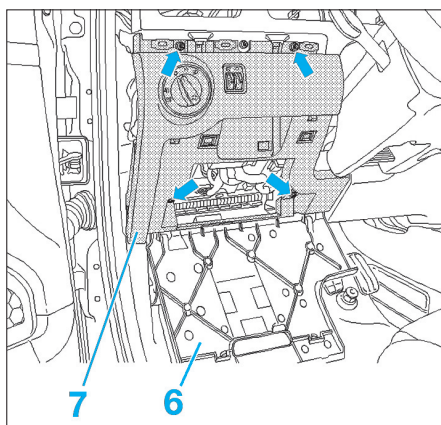
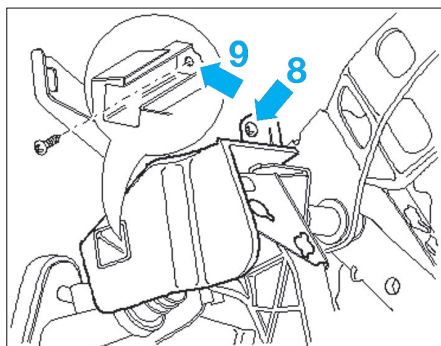

Fig. 8
Fig. 9
- Ouvrir le compartiment (6) et déposer les vis (flèches) (Fig.8).
- Extraire le panneau (7).
- Déposer le capuchon du palier de fixation (8) et (9) (Fig.9).